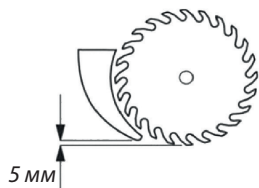

Рис. 4
**в)** На неподвижном кожухе устанавливается расклинивающий нож (21), препятствующий заклиниванию пильного диска. Фиксация ножа осуществляется винтами из комплекта крепежа в месте (13) таким образом, чтобы выполнялись следующие требования (Рис. 4, 5).